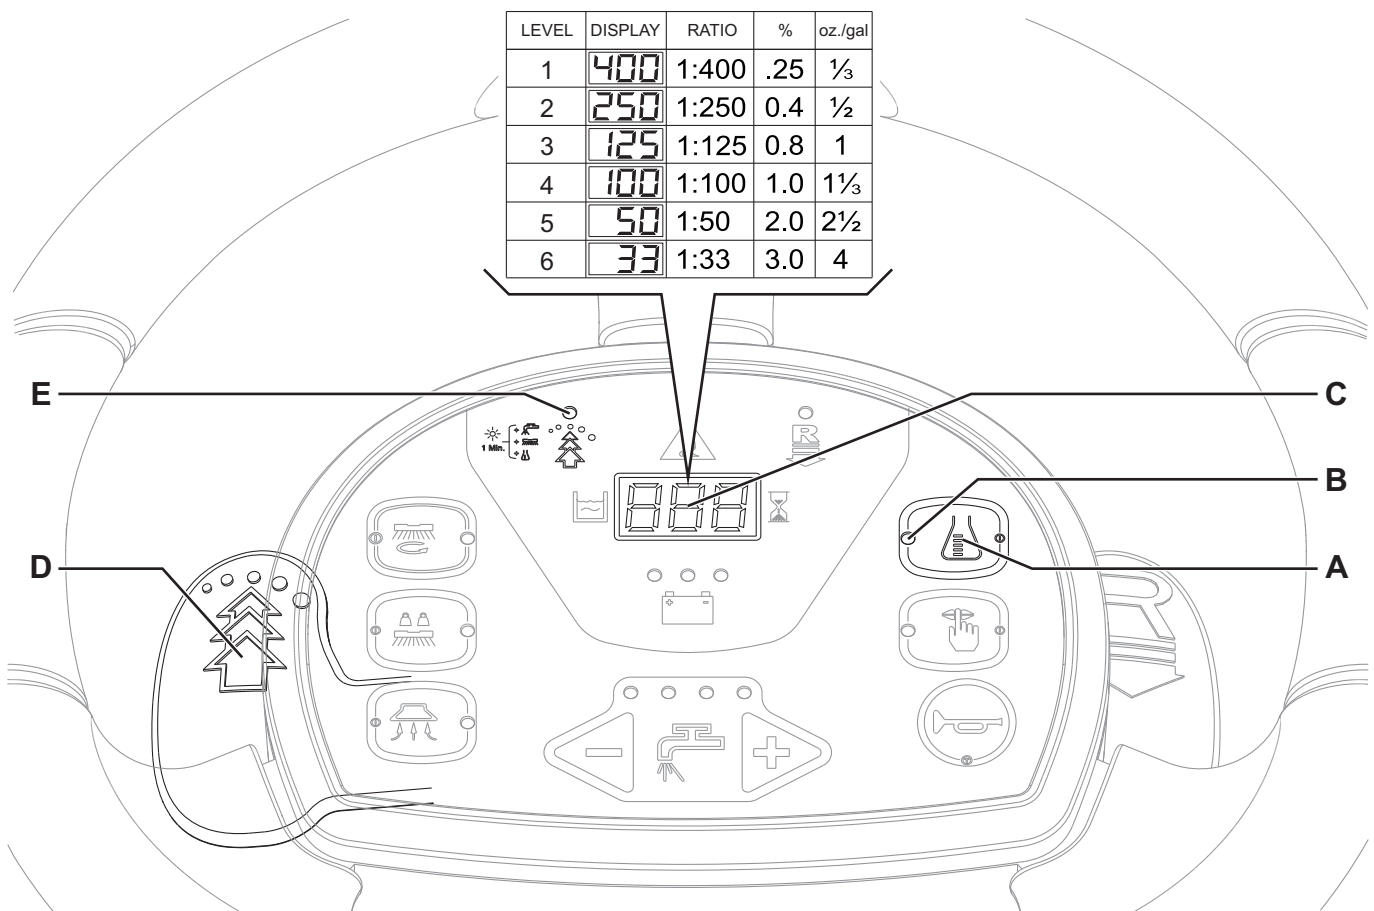

Figura 4
1. Desactive o interruptor de regulação da percentagem de detergente (A) [o led (B) deve apagar-se].
2. Prima e mantenha premido o interruptor de regulação da percentagem de detergente (A) até o led (B) parar de piscar.
3. Solte o interruptor (A). Volte a premi-lo brevemente para passar para o nível seguinte indicado no ecrã (C), como na tabela indicada na figura 4, repita a operação até obter a regulação pretendida.
4. Aguarde que o led (B) pare de piscar: O novo nível está regulado.